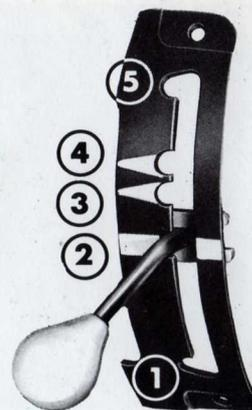

Fig. 16 - Réglage de la garde au sol
**Réglage de la garde au sol** (Fig. 16)